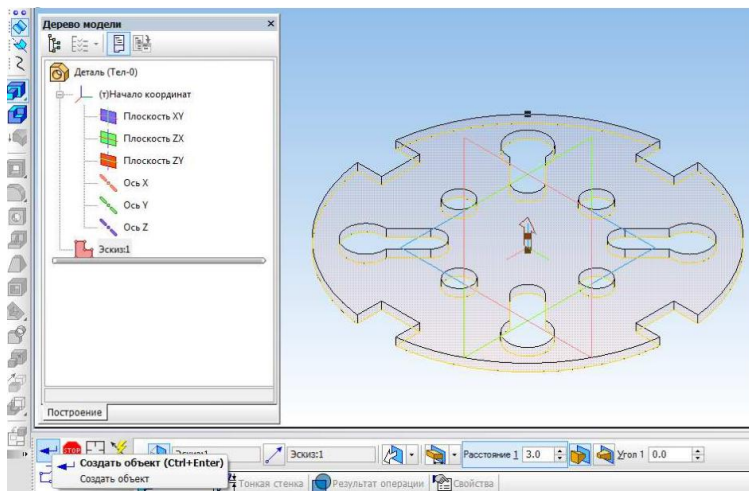

Рис. 132 – Выдавливание объекта
10.6 Выберите панель слева **Редактирование детали** ниже активируйте команду **Операция выдавливания**. Внизу в панели свойств ведите **Расстояние 1 3 мм**, нажмите создать объект или Ctrl+Enter (рисунок 132).